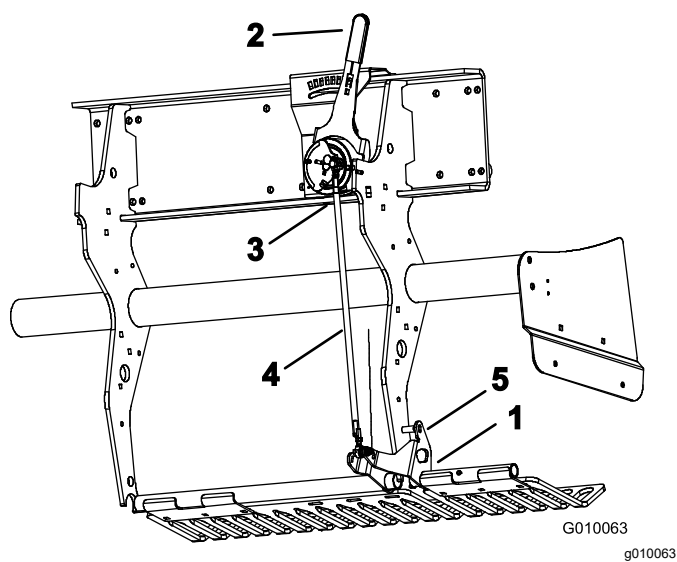

Figura 59
2. Rode o suporte de montagem do protetor da relva esquerdo (Figura 59) até conseguir inserir um pino de bloqueio, com uma haste de perfuração ou um parafuso de 8 mm, entre o suporte e o tubo de definição da profundidade soldado à estrutura.
3. Mova a alavanca de profundidade dos dentes (Figura 59) para a configuração H (a mais profunda).
4. Desligue o dispositivo esférico exterior (Figura 59) da cablagem (interruptor de cabeça para baixo).
5. Desaperte as porcas de bloqueio (esquerdo e direito) da barra de ajuste da profundidade (Figura 59).